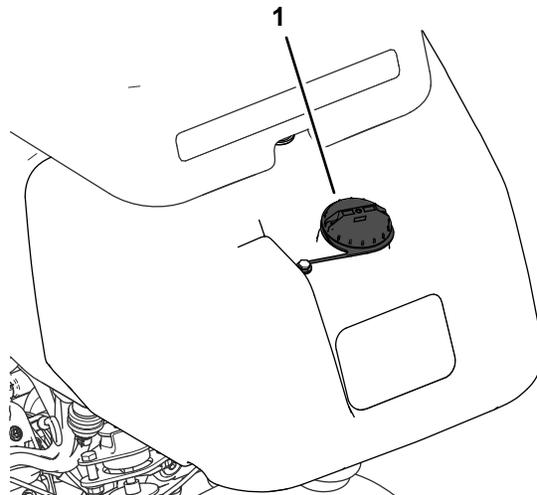

Рисунок 24
1. Очистите область вокруг крышки топливного бака и снимите крышку (Рисунок 24).